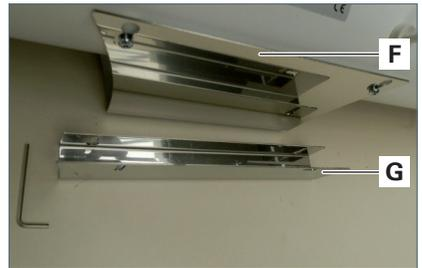

Fig. 5: Schrauben lösen.
HINWEIS: Bei der Lieferung sind sowohl der Standhalter **F** als auch die Wandhalterung **G** am Gerät montiert, siehe Fig. 4 und siehe Fig. 5.
1. Lösen Sie beide Schrauben und nehmen Sie den Standhalter **F** aus der Vorrichtung, siehe Fig. 5.